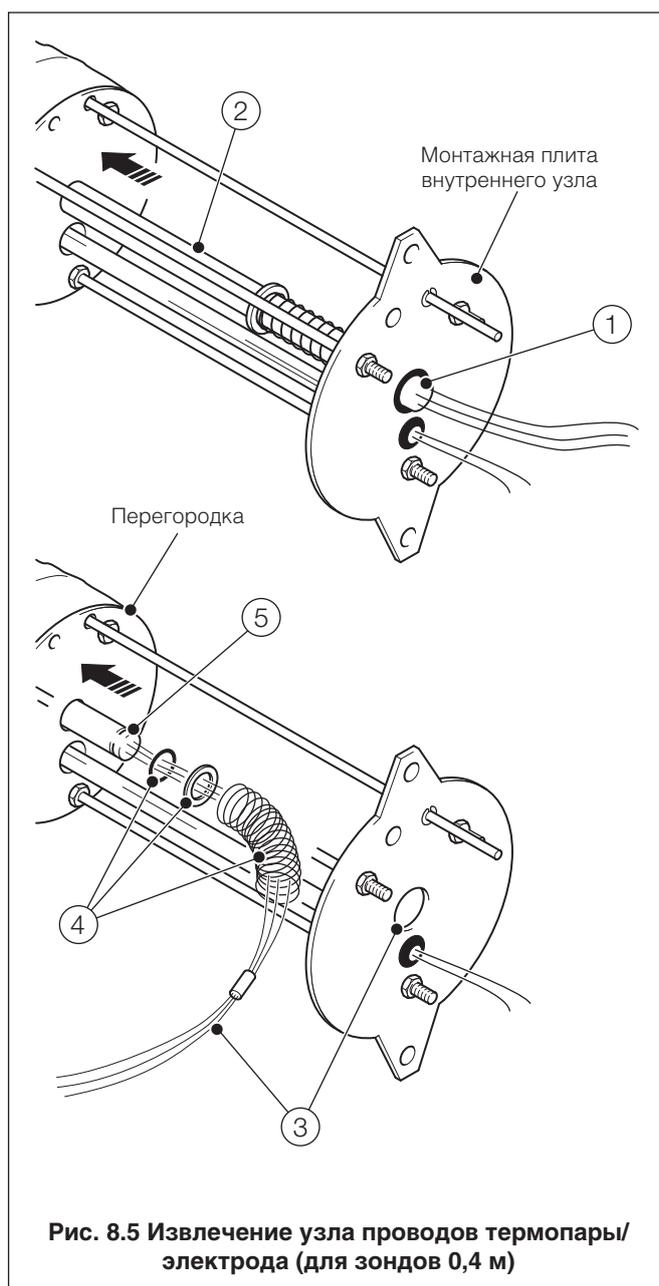

Рис. 8.5 Извлечение узла проводов термопары/электрода (для зондов 0,4 м)
- ① Отсоединить провода нагревателя (с полупрозрачной изоляцией для зондов 0,4 м или коричневой и синей для зондов 1,0 м, 1,5 м и 2,0 м).
- ② Отсоединить термопару и провода электрода (с красной, синей и белой изоляцией).
- ③ Вынуть два штыря с резьбой М4 и не отвинчивающиеся при вибрации стопорные шайбы, с помощью которых крепится внутренний узел, сохранить эти компоненты.
- ④ Осторожно извлечь внутренний узел из корпуса зонда.
8.6 Извлечение узла проводов термопары/электрода (для зондов 0,4 м) – Рис. 8.5
См. Рис. 8.5:
Выполните процедуру, подробно описанную в Разделе 8.6, Рис. 8.5 на стр. 20, но со следующими изменениями: